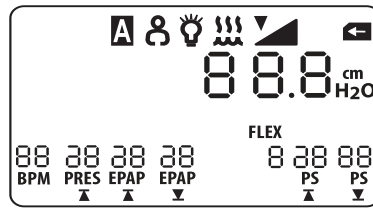

Abb. 6-5 Überwachungsbildschirm
2. Die Taste  drücken, um das Gerät in den Betriebsstatus zu versetzen (und die Luftströmung einzuschalten). Dann erscheint der Überwachungsbildschirm (siehe Abb. 6-5).